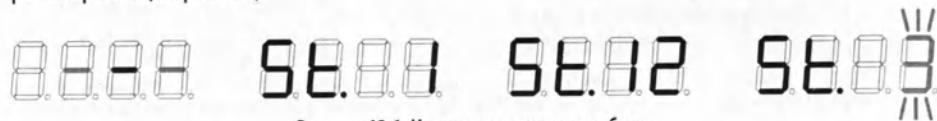

Рисунок 12.1. Индикация режимов работы:
10.4. При включении рециркулятора роковым переключателем на цифровой дисплей выводится анимация инициализации микроконтроллера (кратковременно включаются все сегменты индикатора, затем «пробегают» горизонтальная черта слева направо и в обратном направлении). Затем на дисплей выводится информация о режиме работы (см. рис. 12.1)